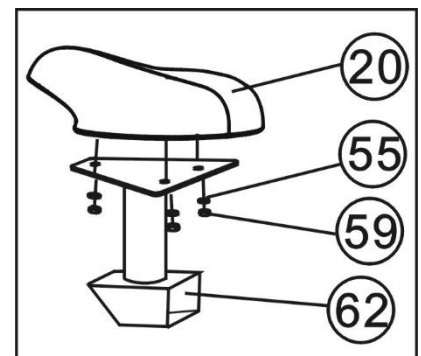

Figure 5
Montati saua (20) pe suportul ajustabil de sa (62) si securizati-l cu 3 piulite cu nailon M8 (59), $\Phi 8$ saibe plate (55) (Refer. figure 5)